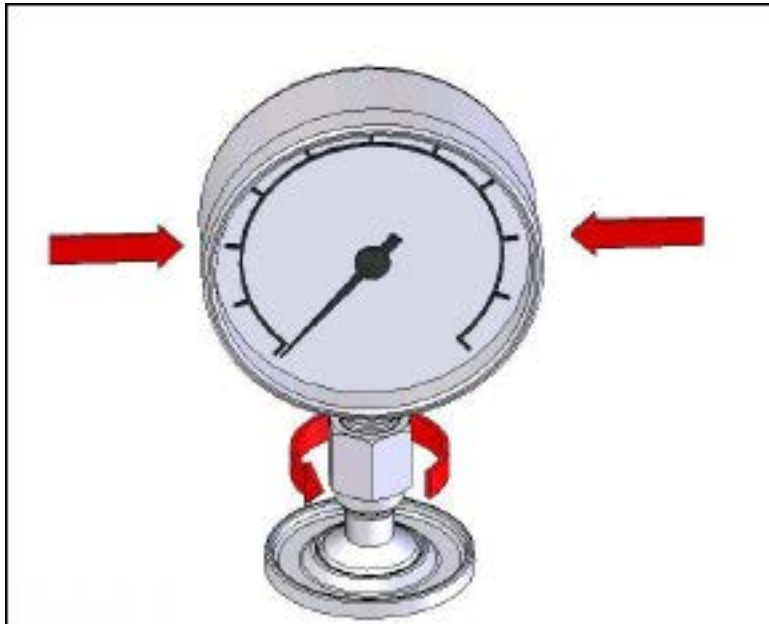

Рисунок 12. Затяжка манометра
4. Надежно удерживая прибор, поворачивайте переходник манометра ПРОТИВ -ЧАСОВОЙ СТРЕЛКИ, пока он не установится на уплотнительное кольцо, см. Рис. 12.